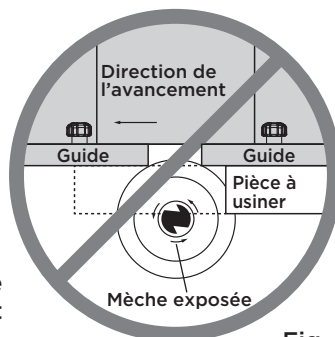

Fig. 1
- L'avant de la mèche est exposé pendant l'opération de coupe (fig. 1).
- La mèche peut « grimper-couper », où la mèche entre dans la pièce dans la même direction que la direction d'avancement. Cela est susceptible de faire en sorte que la pièce s'éloigne de la table et peut entraîner une perte de contrôle pendant le fonctionnement (fig. 1).